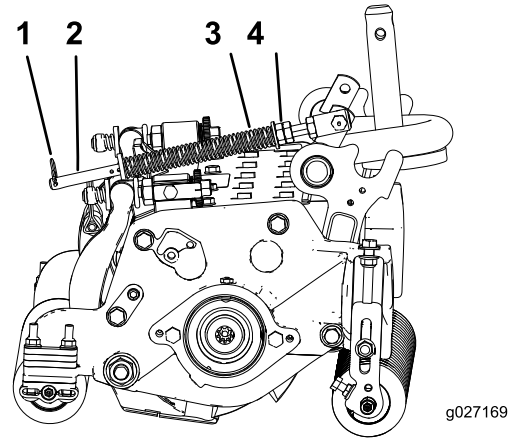

图14
1. 确保发卡销安装在弹簧杆的后孔内 图14。
2. 拧紧弹簧杆前端的六角螺母直至压缩后的弹簧长度为 159mm 图14。